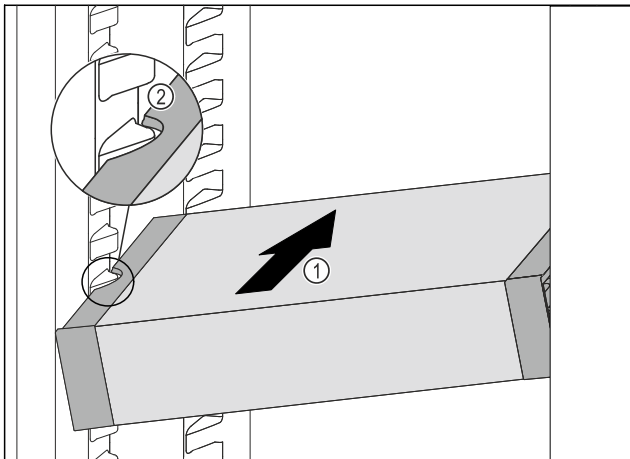

Fig. 73
- ▶ Вдвигайте VarioSafe под наклоном в холодильное отделение Fig. 73 (1), пока боковые выемки Fig. 73 (2) VarioSafe не окажутся на высоте выступа резервуара в холодильном отделении.